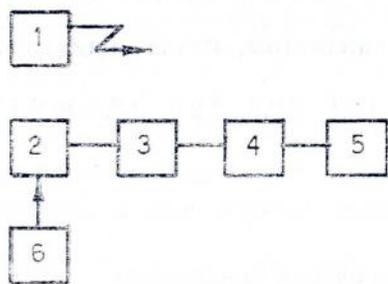

Рис. 9.
7.2.4. Проверку коэффициента гармоник по электрическому напряжению в диапазоне с АМ производите на частоте 1000 кГц при уровне входного сигнала 10 мВ/м и глубине модуляции 80% (рис. 9). При точной настройке приемника регулятором громкости на выходе УНЧ приемника установите напряжение $1,40 \text{ В} \pm 0,01 \text{ В}$. На каждой заданной частоте модуляции измерителем нелинейных искажений определите коэффициент гармоник, который должен быть не более значений, указанных в п. 6.1.2.